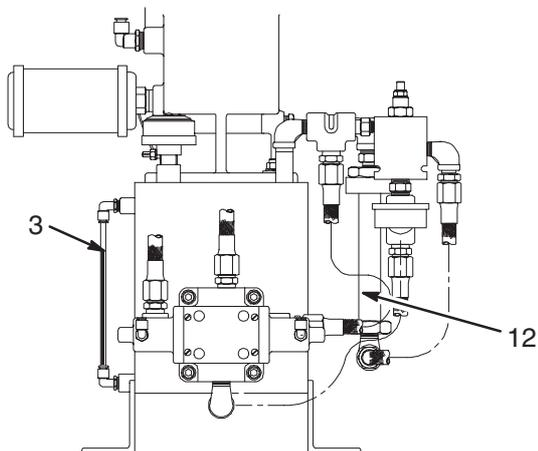

Fig. 13
5. Compruebe el nivel del fluido hidráulico (3) de la unidad de abastecimiento hidráulica (Fig. 13). Añada más fluido hidráulico, si fuese necesario.